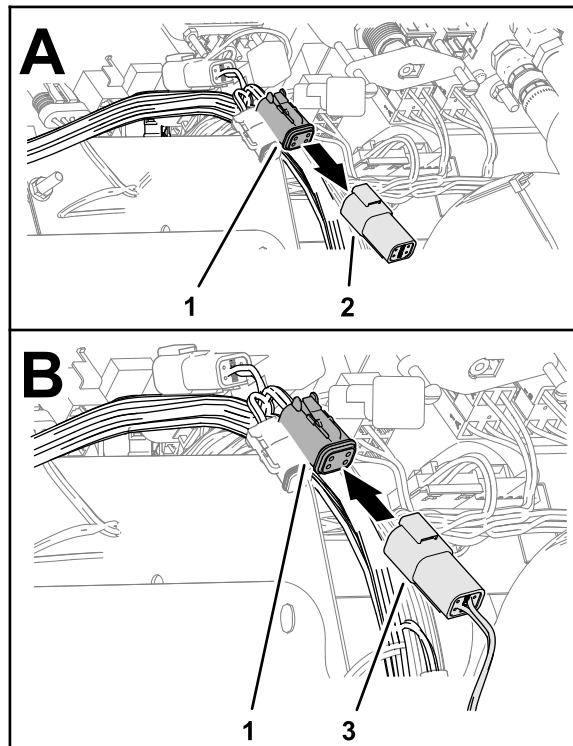

Figure 35
2. Retirez la terminaison du bus ISO du connecteur à 4 douilles du faisceau GeoLink étiqueté CAN 1 ISOBUS TERMINATOR (Figure 35).
3. Branchez le connecteur étiqueté To ISOBUS du faisceau de bus ISO-CAN sur le connecteur étiqueté CAN 1 ISOBUS TERMINATOR du faisceau GeoLink (Figure 35).